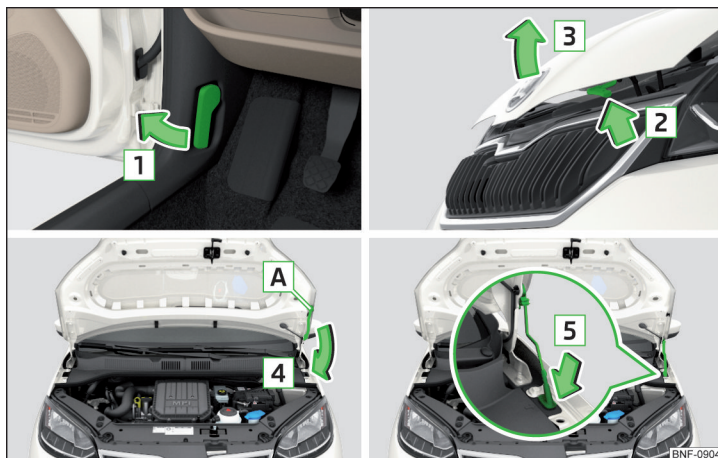

Fig. 138 Apertura del cofano motore
- Aprire la porta anteriore e tirare dalla leva di sbloccaggio sotto la plancia in direzione della freccia **1** » fig. 138.